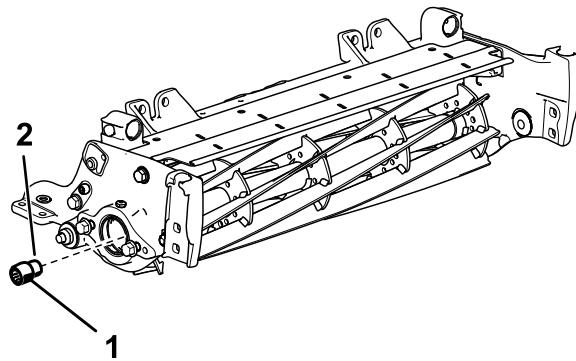

Figura 3
3. Retire el inserto acanalado existente de cada extremo del eje del molinete con la herramienta del eje de transmisión del molinete (Pieza N° TOR4112 para el molinete de 13 cm (5") y Pieza N° TOR4074 para el molinete de 18 cm (7")). Consulte Figura 3.